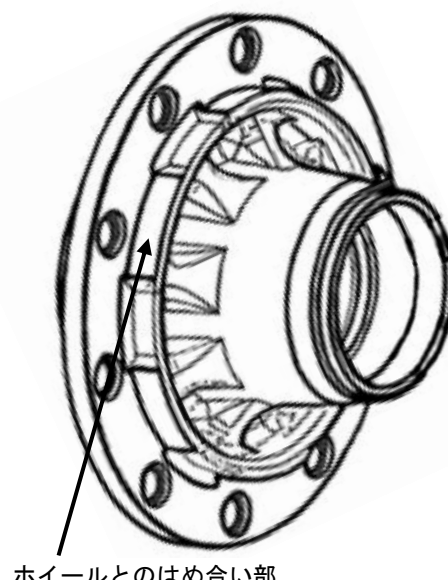

図 6. ISO方式ハブ
- ホイール・ナットに ISO 方式を使用しているハブにあっては、ホイールとのはめ合い部に摩耗等の異状はないか、特にホイール取付け状態にガタ等の異状がないか目視により点検する。（図 6）